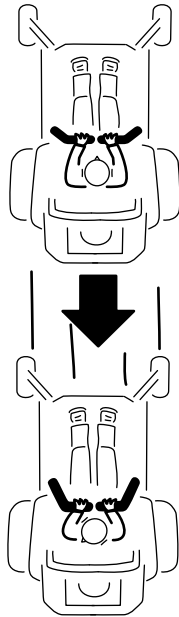

Figura 24
- Para ir hacia atrás, tire lentamente de las palancas de control de movimiento hacia atrás (Figura 24).